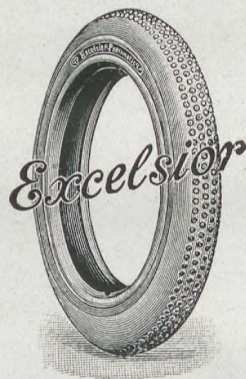

Abb. 97. Gleitschutzreifen.
3. Gleitschutzdecken (Abb. 97) für Vorder- und Hinterräder bei nassem Wetter und schlüpfrigen Straßen,